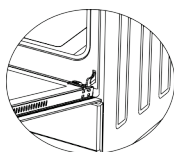

Imagen 2.1
2. Observe detenidamente las bisagras de la puerta para encontrar unos pequeños ganchos. Éstos son las pestañas de bloqueo de las bisagras de la puerta (imagen 2.1).